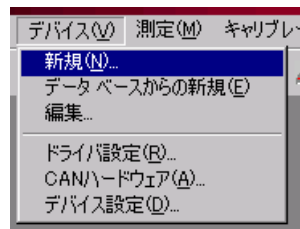
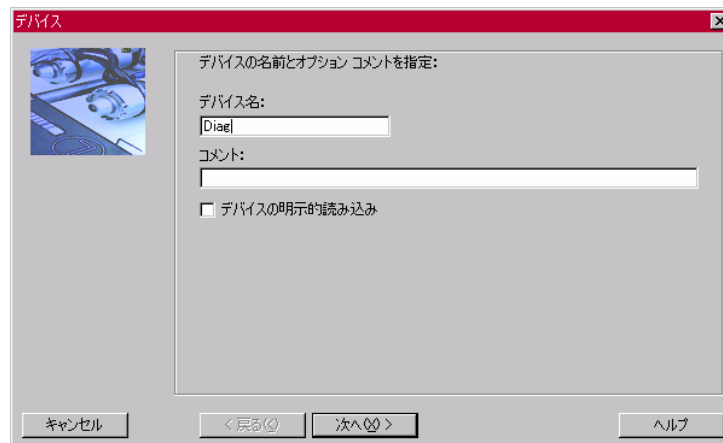

図 4 メニュー画面
図 5 デバイス設定ダイアログ 1
1) メニューより [デバイス] - [新規] (図 4 メニュー画面) を選択し、デバイス設定ダイアログ (図 5 デバイス設定ダイアログ) を表示させます。